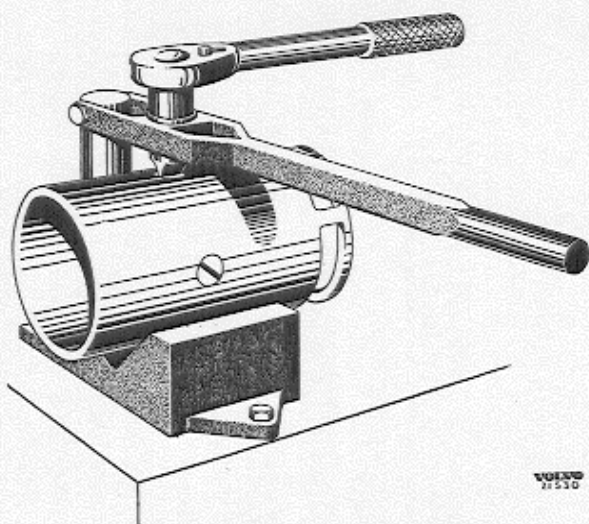

Fig. 3-22. Demontage van de veldwikkeling
2. Leg het dynamohuis in een V-blok, zoals Fig. 3-22 laat zien. Druk het handel naar beneden en draai tegelijkertijd de sleutel. In de regel zitten de schroeven erg vastgedraaid. Zorg er daarom voor, dat het schroevendraaierblad goed in de gleuf van de schroef past en breed genoeg is.